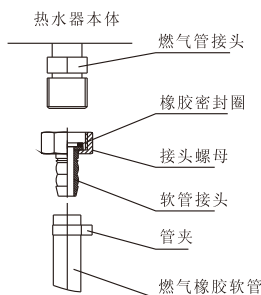

图4
- a. 先将本机随机所配燃气接头接到热水器供气管接头上（注意要装上橡胶密封圈）。然后用内径为 $\varnothing 9.5\text{mm}$ 燃气专用橡胶软管连接，按图4所示，用管夹夹紧。